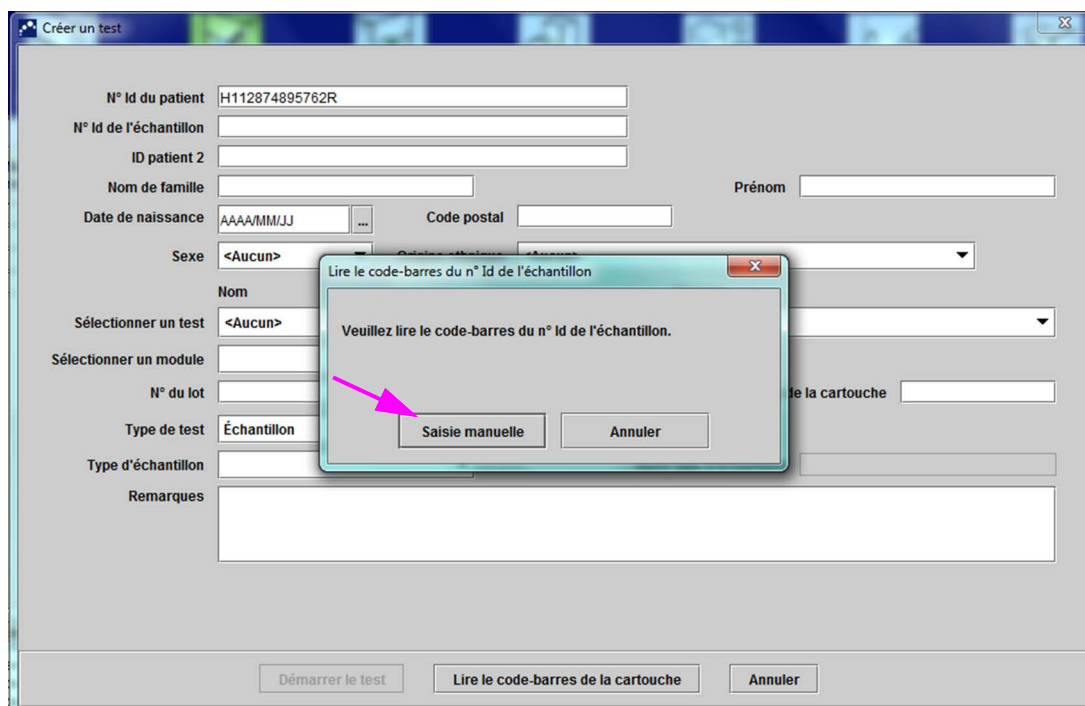

Figure 5-20. Fenêtre Créer un test et boîte de dialogue Lire le code-barres du n° Id de l'échantillon
2. Lisez le code-barres du n° Id du patient à l'aide du lecteur de code-barres fourni. Voir la Section 5.5. La boîte de dialogue Lire l'ID de l'échantillon s'affiche. Voir Figure 5-20.